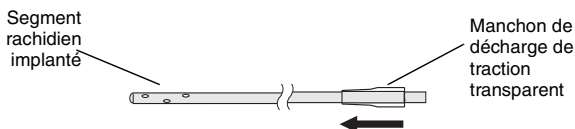

Figure 8. Mise en place du manchon de décharge de traction transparent sur le segment rachidien.
3. Glisser le manchon de décharge de traction transparent, la petite extrémité d'abord, sur le segment rachidien (Figure 8 à la page 27).